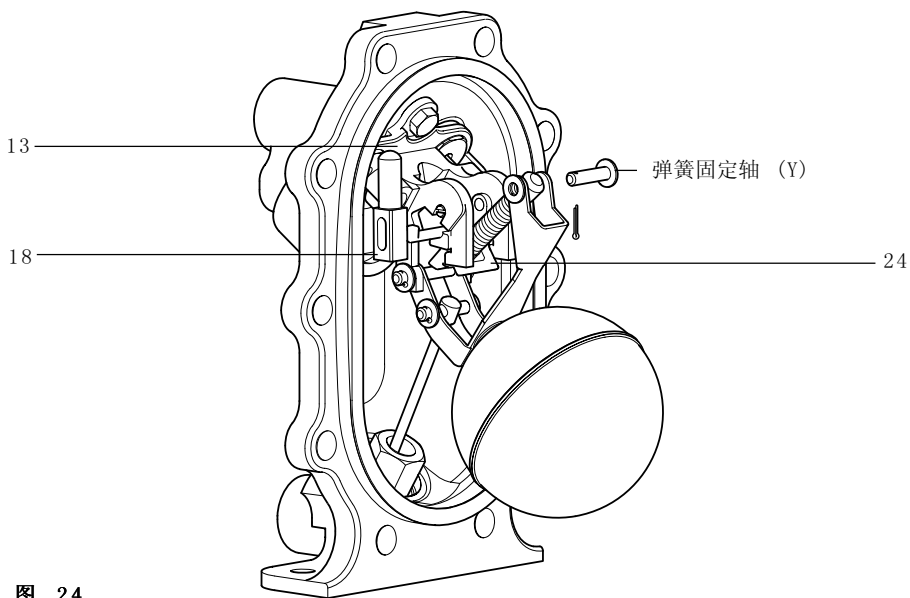

图 24
18. 把驱动臂（部件24）柄脚插入乏汽阀（部件18）凹槽（见图24）。